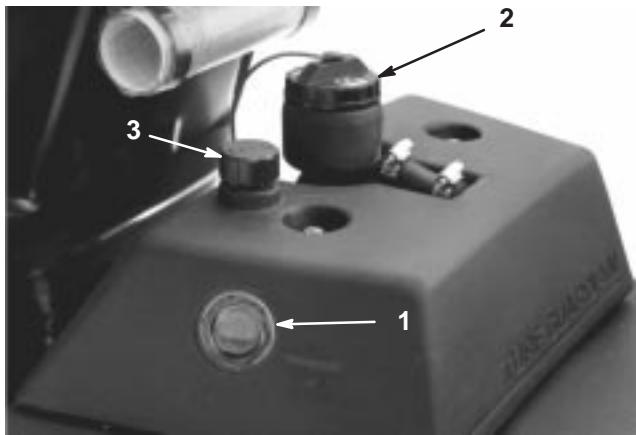

Bild 17
1. Stellen Sie die Maschine auf eine ebene Fläche. Stellen Sie sicher, dass die Maschine abgekühlt ist, so dass das Öl kühl ist. Prüfen Sie den Ölstand am Schauglas an der Seite des Hilfsöltanks (Bild 17). Wenn der Ölstand neben dem Schauglas an der Vollmarke steht, ist genügend Öl eingefüllt.